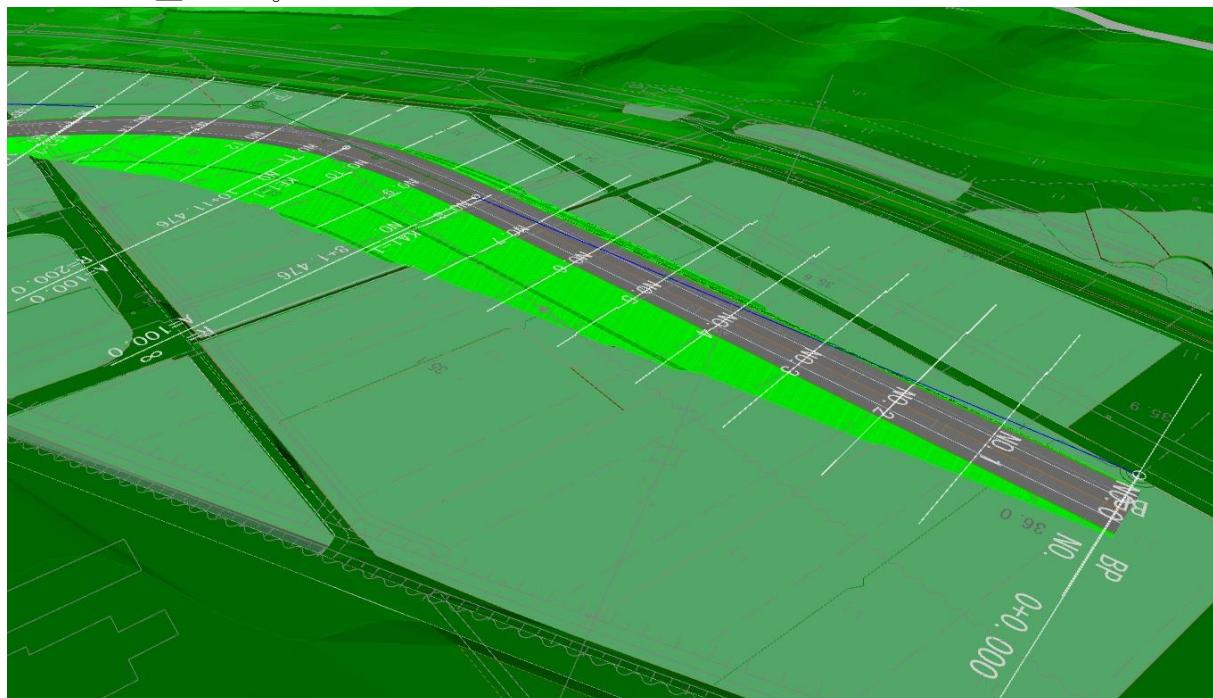
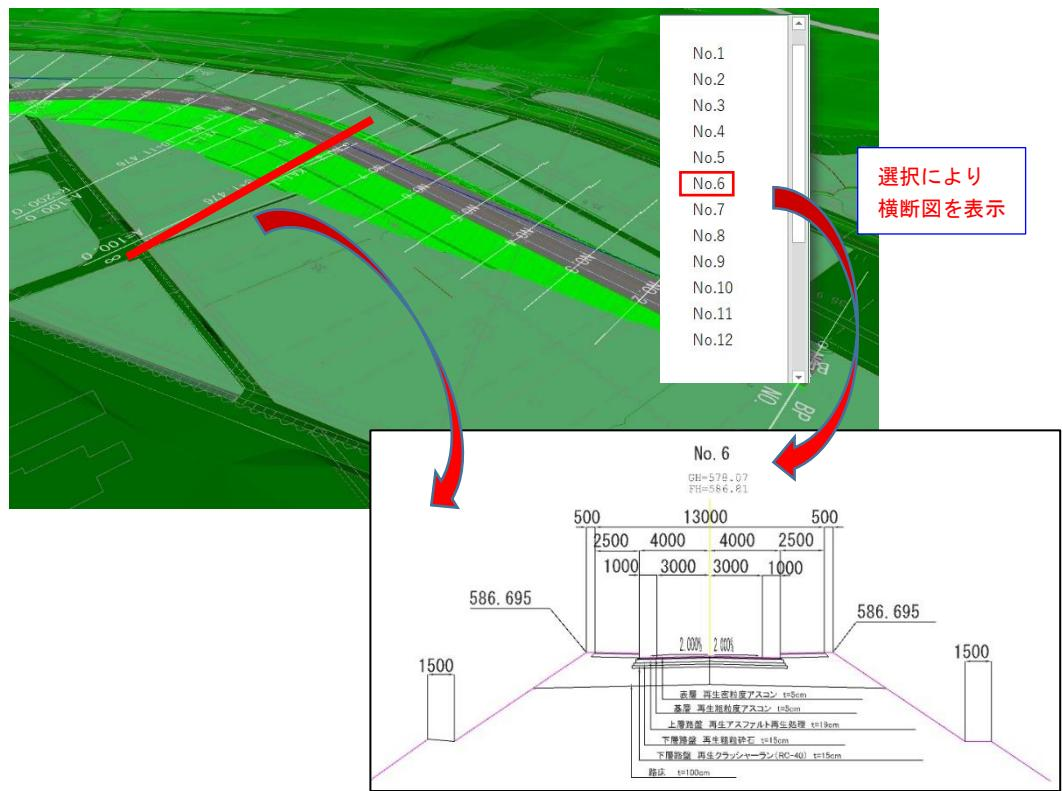

図 4-4 3DA 平面位置図の例
図 4-5 3DA 平面位置図からの横断図の表示例
4) 3DA 平面位置図は、「第 1 編 共通編 2-5 3DA 平面図の設定」により、設定した 3DA 平面図の位置図を作成・表示する(図 4-4 参照)。3DA 平面図は、3DA 平面を選択、又は表示された図面名(横断図位置等)を選択することにより表示できる(図 4-5 参照)。